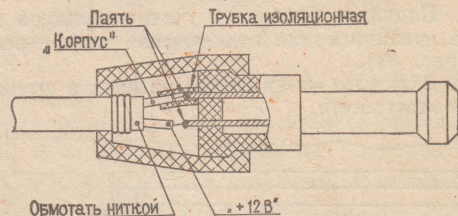

Рис. 5. Распайка штекера внешнего источника постоянного тока 12 В.
5.8. Подключение приемника к бортовой сети автомобиля осуществляется с помощью штекера, распылка которого приведена на рис. 5.